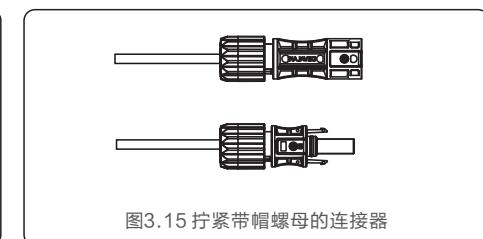

图3.15 拧紧带帽螺母的连接器
4. 将金属连接器插入连接器顶部，并以3–4 Nm的扭矩拧紧螺母（参见图3.15）。